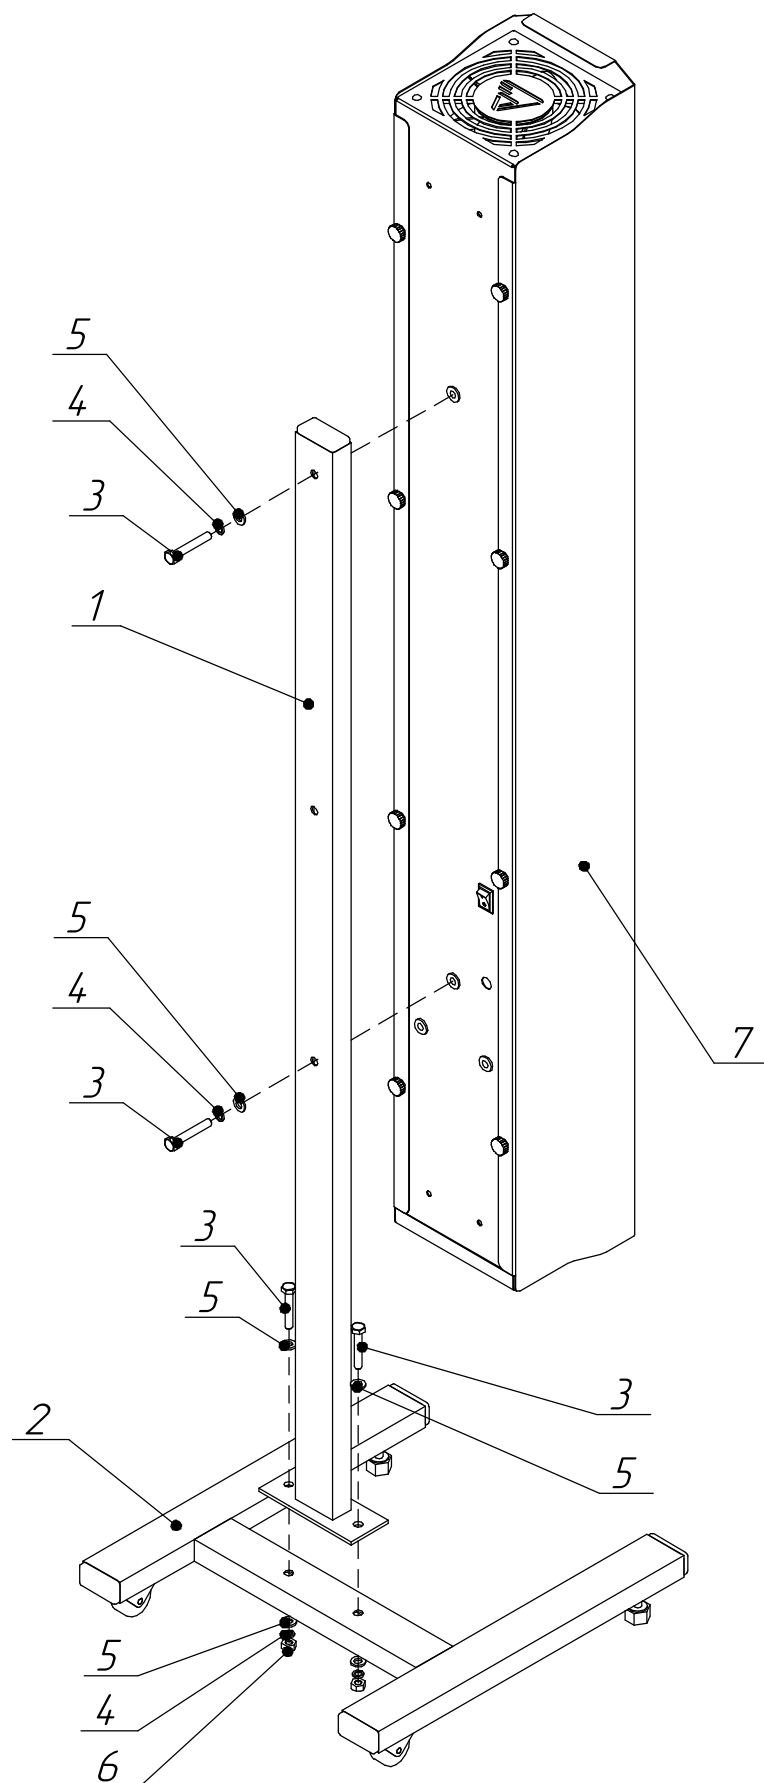

Рисунок 3. Схема сборки.
2. Совместите отверстия в стойке (поз.1) и основании в сборе (поз.2) в соответствии со схемой на рис.3.